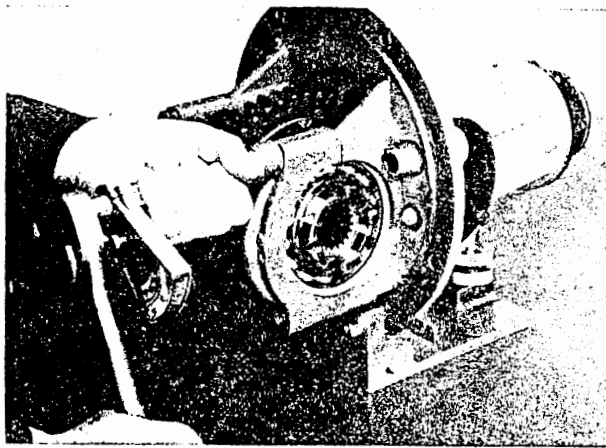

Bild H 20. Anziehen der Lagerbügel-Befestigungsschrauben
6. Die vier Befestigungsschrauben der Lagerbügel mit einem Drehmomentschlüssel SW 19 und einem Anzugsdrehmoment von 95 Nm (9,5 kpm) anziehen (Bild H 20).